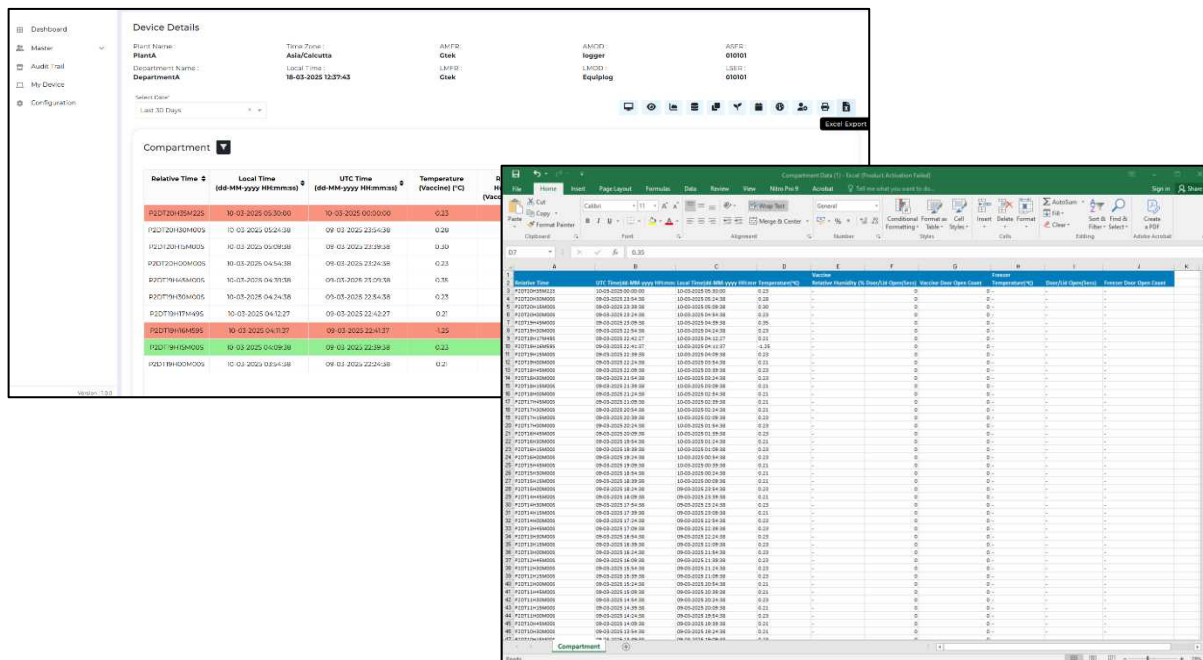

Figura 59 Exportar archivo de datos de Excel para los datos del compartimento seleccionado
- El archivo Excel exportado contendrá datos del panel actualmente activo, filtrados por el período de tiempo seleccionado, como se muestra en la figura 59.